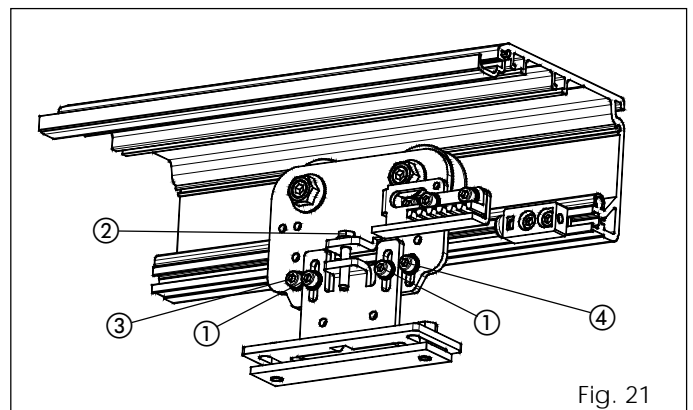

Fig. 21
- Haal de zeskantschroeven fig. 21 ref. ① iets los.
- Draai de schroef (fig. 21 ref. ②) met de klok mee om de vleugels te laten stijgen of tegen de klok in om de vleugels te laten zakken.
- Haal de twee zeskantschroeven (fig. 21 ref. ③ en ④) iets los.
- Verschuif de schroef fig. 21 ref. ④ in de uitsparing, zodat het tegendruk wiel tijdens de beweging van de wagen over het profiel verschuift zonder te blokkeren.